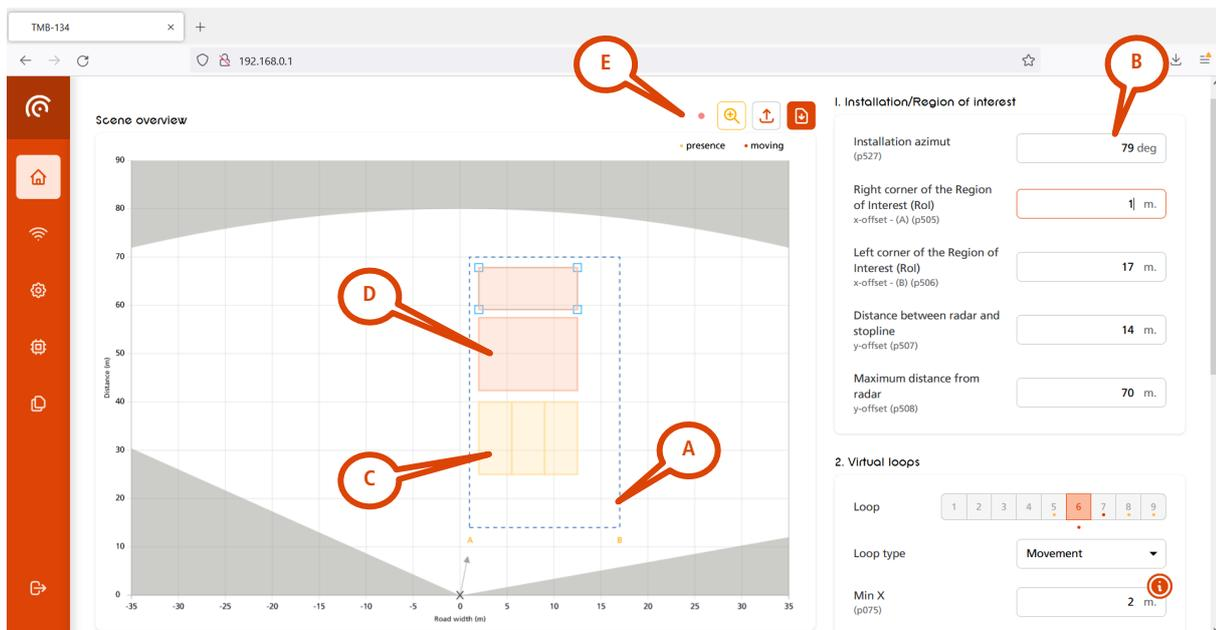

Abbildung 14: Festlegung der Zielbereiche
Die Schaltfläche Home  zeigt die Erkennungskonfigurationsseite an, wie in Abbildung 14 dargestellt.
Der erste Schritt besteht darin, den in Abbildung 14 blau gestrichelt dargestellten „Zielbereich (ZB)“ (A) zu definieren und diesen Bereich so nah wie möglich an die zu überwachenden Fahrspuren zu legen. Der Zweck dieses Schritts besteht darin, unerwünschte Erkennungen durch Gegenverkehr, Reflexionen, Fußgänger auf dem Gehweg usw. zu vermeiden.